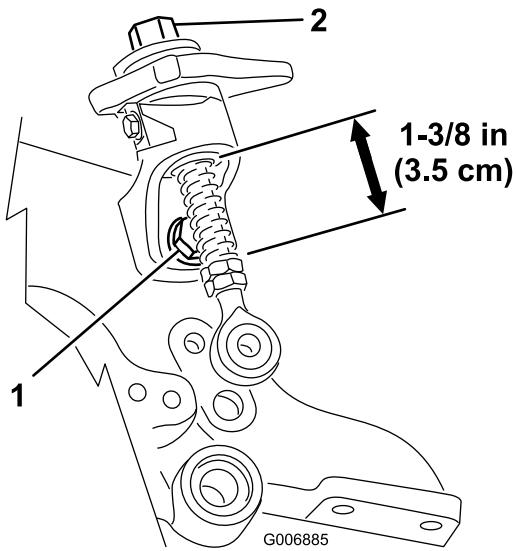

Figura 47
- Afloje el perno de montaje de la palanca de elevación rápida y asegúrese de que la varilla roscada está alineada y que no roza la rampa inferior de elevación rápida (Figura 47). Vuelva a apretar los pernos.
- Compruebe la longitud de los muelles de las varillas roscadas; debe ser de 3,5 cm (Figura 47).
- Si el pomo de ajuste de altura no gira libremente, el casquillo puede estar sucio (Figura 47). Limpie el casquillo si fuera necesario.